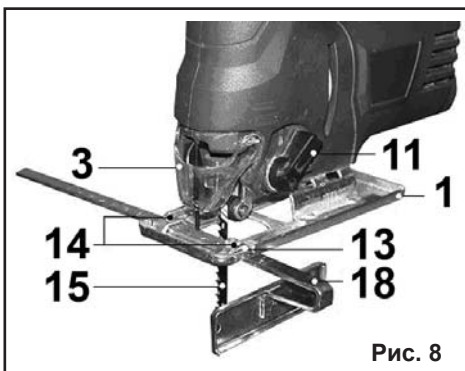

Рис. 8
7.6. Установка параллельного упора (Рис.8).